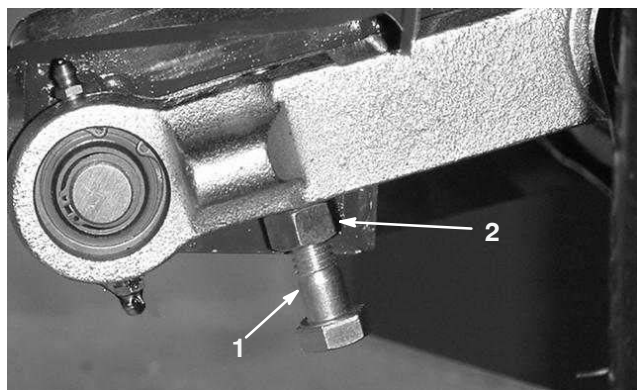

Figure 21
3. Pour ajuster la distance, localisez le boulon sur la bielle de pivot arrière du plateau de coupe (Fig. 21). Desserrez l'écrou de blocage sur le boulon de réglage. Desserrez ou serrez les boulons de réglage de façon à obtenir un écartement de 13 ± 3 mm, puis serrez l'écrou de blocage.